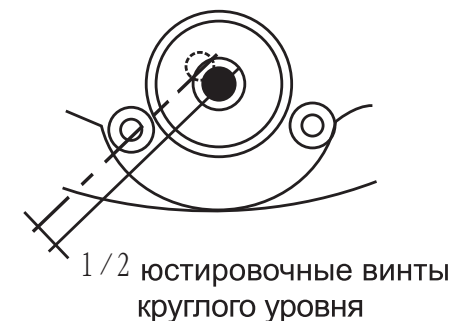

Рис. 11
- (ii) Устраните оставшуюся половину смещения вращением юстировочных винтов круглого уровня с помощью шестигранного ключа (рис. 11).
- (3) Повторяйте описанные выше действия до полного устранения смещения пузырька уровня при повороте зрительной трубы в любом направлении.